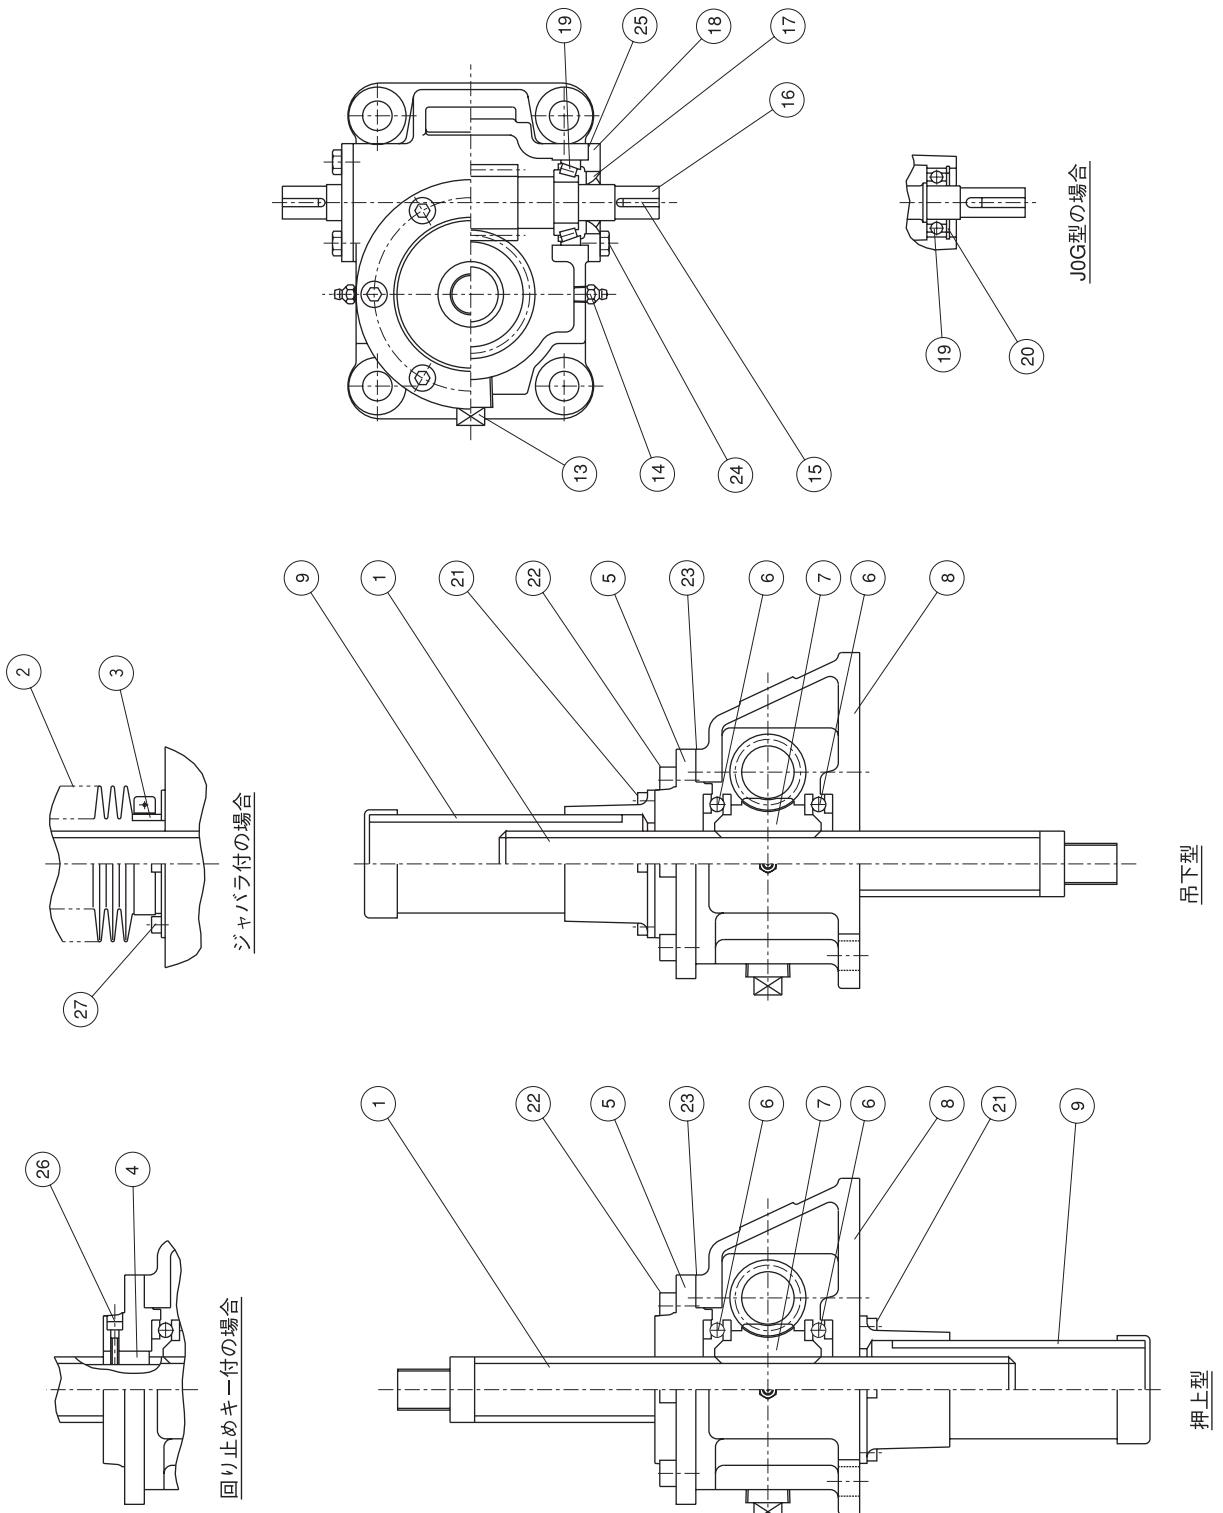

図2 軸昇降型スクリュージャッキ
10. スクリュージャッキ及びボールスクリュージャッキの構造を図2~6に示します。